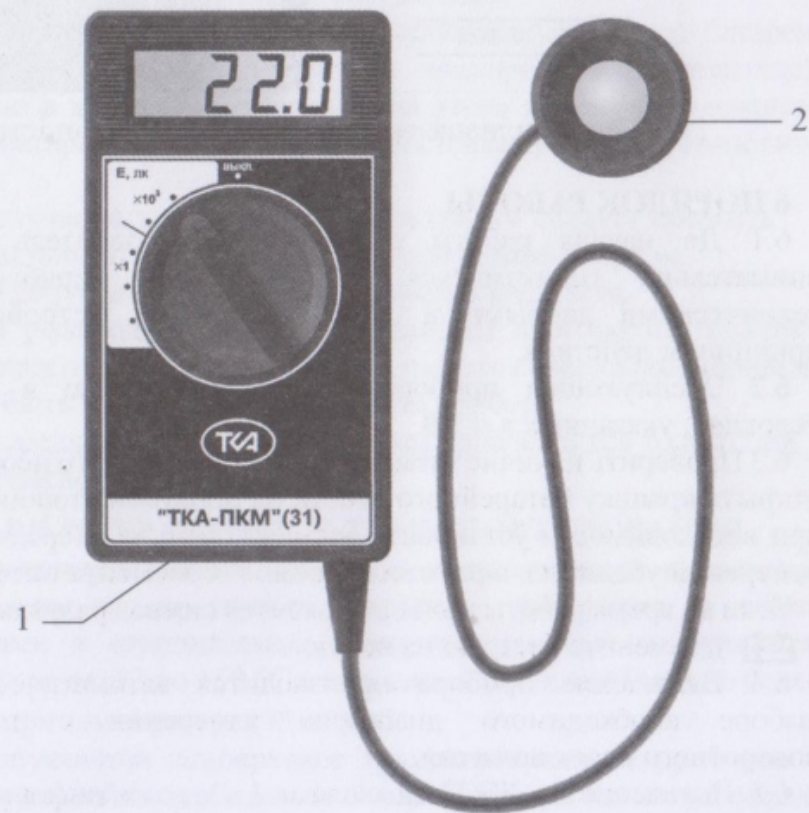

Рис.1 – Внешний вид прибора "ТКА-ПКМ"(31)
5.1 5.1 Приборы комбинированные выпускаются в компактном портативном исполнении. Конструктивно прибор состоит из двух функциональных блоков: измерительной головки (ИГ) и блока обработки информации (БОИ), связанных между собой гибким многожильным кабелем (Рис.1).